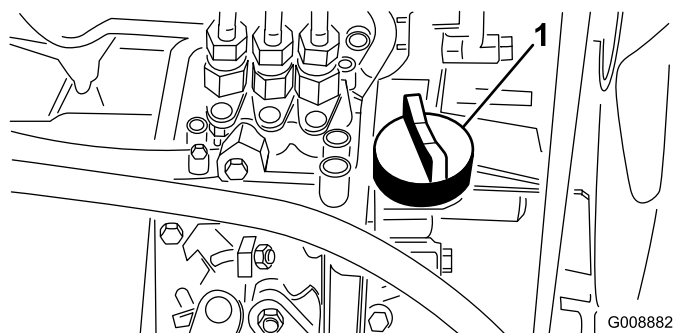

図 36
4. 不足していれば補給口キャップ (図 36) をとり、ディップスティックのFull 位置まで少量